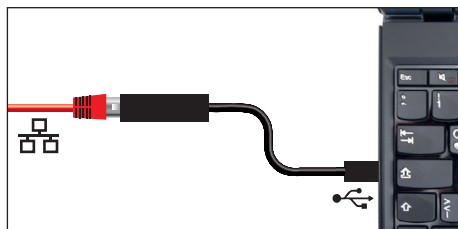

Fig. 8 Convertitore Ethernet USB
- ▶ Convertitore Ethernet USB (Fig. 8). In questo modo è possibile collegare la porta Ethernet dell'apparecchio (v. pag. 12) con la porta USB di un PC/portatile.